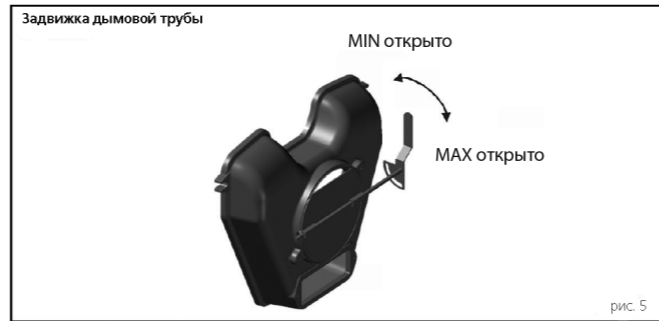

рис. 5
- Задвижка дымовой трубы (рис. 5), при помощи которой можно регулировать тягу дымовой трубы, то есть, выведение дымовых газов в дымовую трубу. Задвижка находится на горловине дымохода котла и имеет ручное управление.